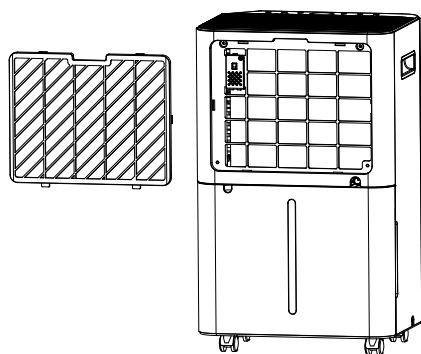

Fig. 1
1. Rimuovere il filtro sganciandolo dalla sua sede (Fig. 1).